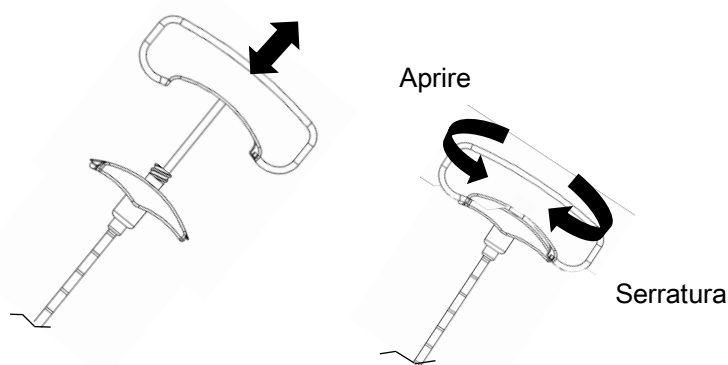

Figura 10 - Inserimento ed estrazione del trocar
- 6 Una volta raggiunta la posizione desiderata, sbloccate e rimuovete la maniglia Trocar dall'introduttore (Figura 10).